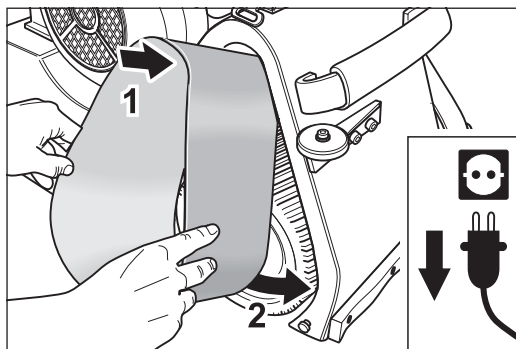
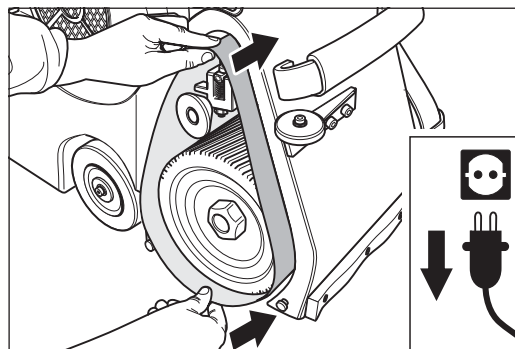

Abb. 8 Das Schleifband an der Spannwalze des Aggregats ansetzen.
Abb. 9 Das Schleifband über die Spannwalze und die Schleifwalze schieben.
- 9 Setzen Sie das Schleifband an der Spannwalze des Aggregats an (Abb. 8) und schieben Sie es über die Spannwalze und die Schleifwalze (Abb. 9).